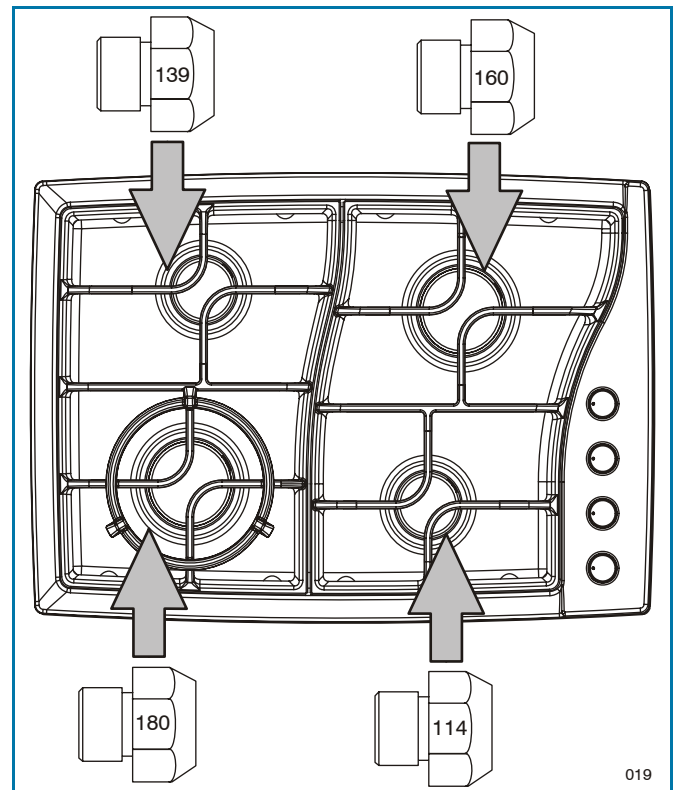

Figure 20. Modèle 4 brûleurs (largeur 30")
1. **Remplacez tous les injecteurs PL** avec des injecteurs NG en suivant les étapes décrites page \_\_\_\_ observez le numéro imprimé sur le côté, ce numéro indique le diamètre de l'orifice et l'emplacement correct du brûleur, voir figure 20 (gardez les injecteurs enlevés de l'appareil pour une utilisation future).